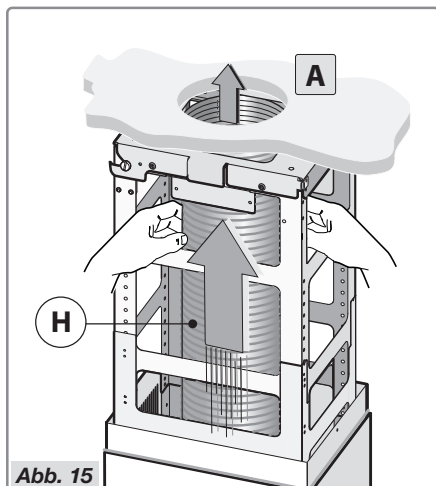

Abb. 15
- Verbinden Sie das Rohr **H** (nicht im Lieferumfang enthalten) mit der Luftabzugsöffnung **A** (Abb. 15).